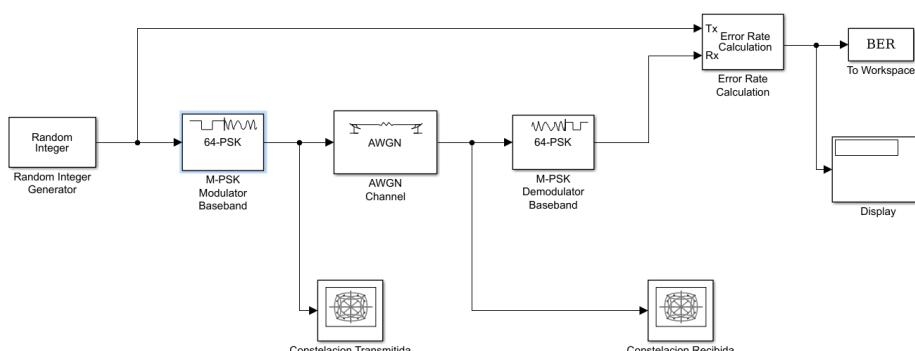

Figura 1: Sistema digital M-PSK.
1. Abra el archivo el archivo **BER\_Simulation.slx** inspeccione todos los módulos en términos de configuración e interconexión. En la figura 1 se muestra el diagrama de bloques general.